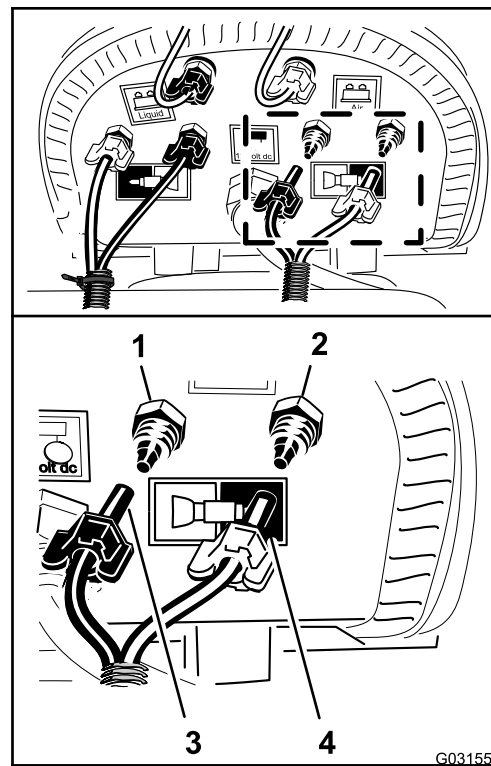

Figura 144
- Conecte el tubo no marcado (sin brida) alineando el tubo azul de la sección de fumigación izquierda en el acoplamiento de compresión del circuito de agua de la sección izquierda (Figura 144).
- Ensamble la tuerca de compresión del tubo en el acoplamiento y apriete la tuerca a mano (Figura 144).
- Alinee el tubo transparente de la sección de fumigación izquierda con el acoplamiento de compresión del circuito de aire de la sección de fumigación izquierda (Figura 144).